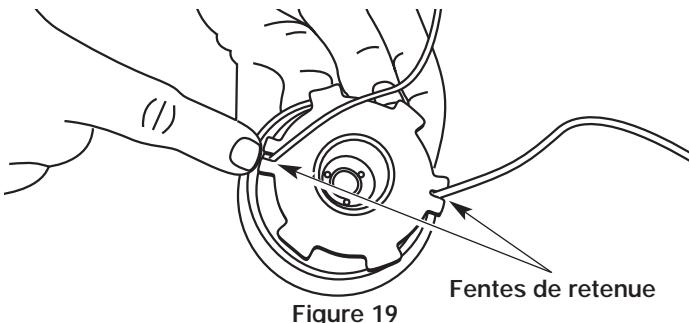

Figure 19
12. Insérez les extrémités du fil dans les deux fentes de retenue (Fig. 19).